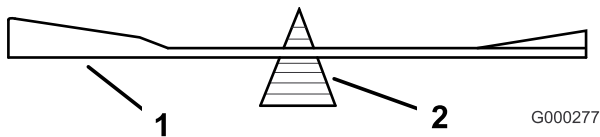

Figure 57
2. Vérifiez l'équilibre de la lame en la plaçant sur un équilibreur (Figure 57). Si la lame reste horizontale, elle est équilibrée et peut être utilisée. Si la lame est déséquilibrée, limez un peu l'extrémité de la partie relevée seulement (Figure 57). Répétez la procédure jusqu'à ce que la lame soit équilibrée.